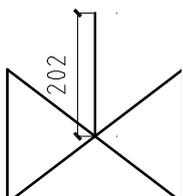

图 3-9 绘制垂直直线
- 03** 开启正交功能，绘制垂直直线，结果如图 3-9 所示。